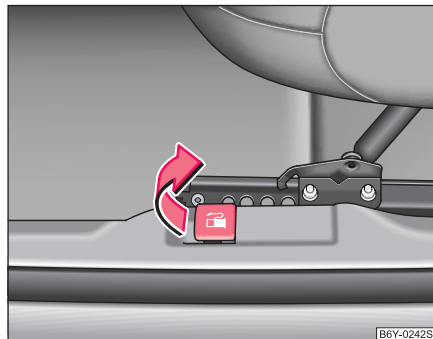

Fig. 121 Maneta de deschidere a clapetei rezervorului
- Deschideți clapeta rezervorului trăgând de maneta\* situată lângă scaunul conducătorului auto ⇒ Fig. 121.
- Deșurubați capacul rezervorului spre stânga și așezați-l pe clapeta rezervorului ⇒ Fig. 121.